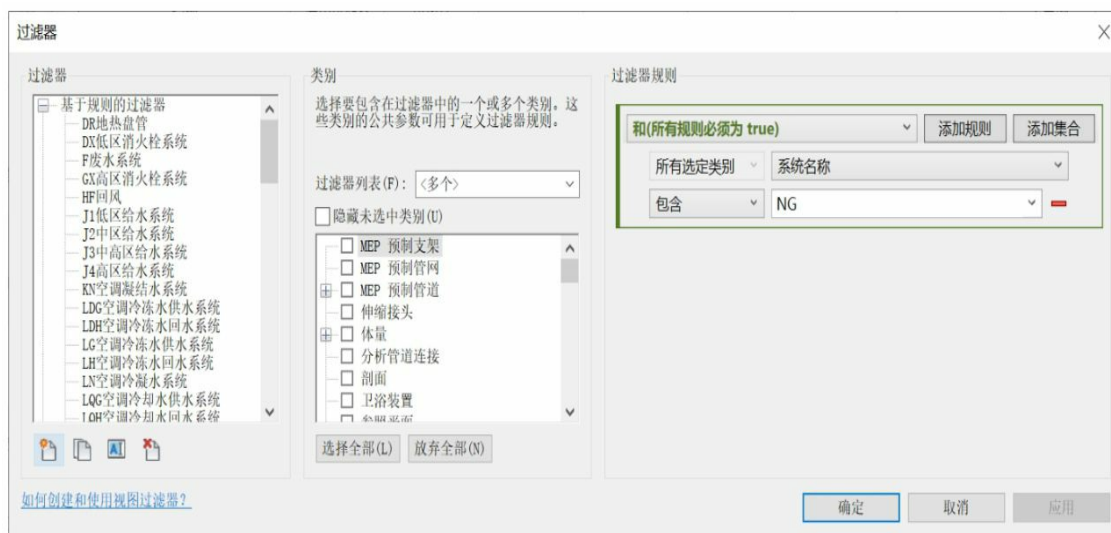
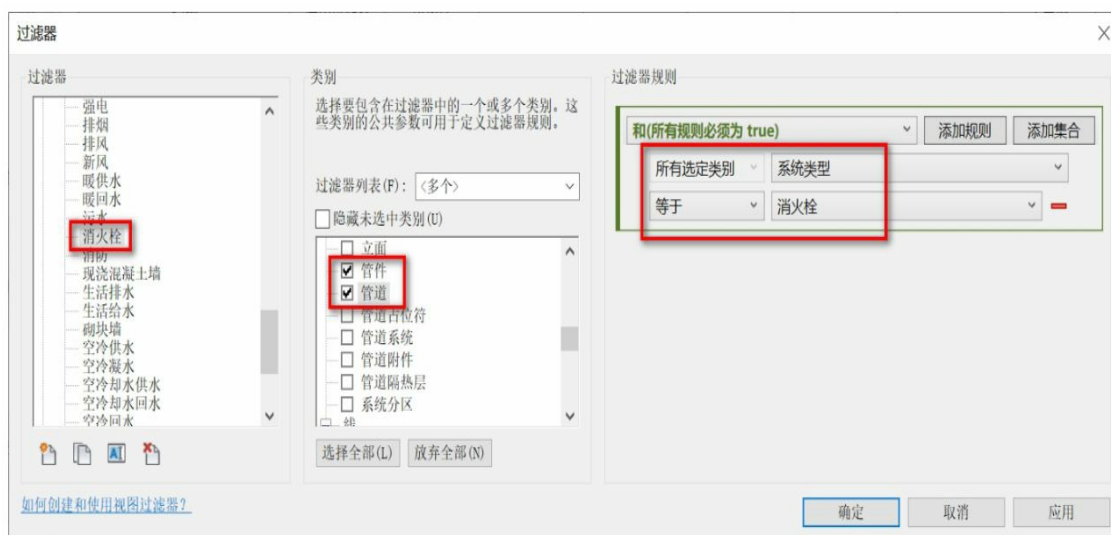

图3-97
图3-98
(3) 打开“过滤器”对话框，创建管线过滤器，如以“消火栓”为例，单击图3-97所示的“新建过滤器”按钮，输入“消火栓”，然后设置消火栓“类别”和“过滤器规则”，如图3-98所示。